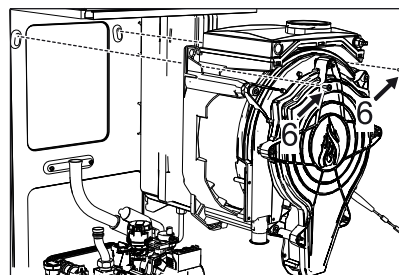

fig. 75 -
- Togliere le 2 viti superiori "6" di fissaggio scambiatore al telaio ("fig. 75 -")